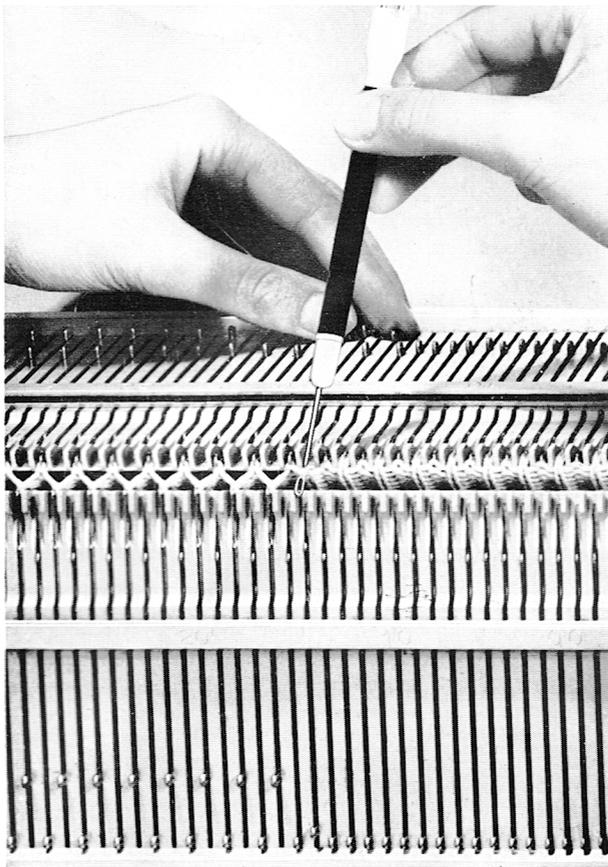

Fig. 17
**Umhängen von Maschen mit dem Deckerkamm.** Fig. 17 und 18. Maschen werden vom vorderen Nadelbett auf das hintere wie folgt übertragen: Den Deckerkamm in die Zungennadelhaken einführen, Fig. 7. Die Zungennadeln mit dem Kamm ganz herausziehen und wieder zurückstossen. Die Maschen sind auf dem Kamm. Kamm aushängen. Um nun die Maschen bequem auf das hintere Nadelbett hängen zu können, werden sie auf den zweiten Kamm aufgestossen. Nadelkopf gegen Nadelkopf. Dieser Kamm wird in die hinteren Nadeln gehängt und die Maschen in die Haken gestülpt.